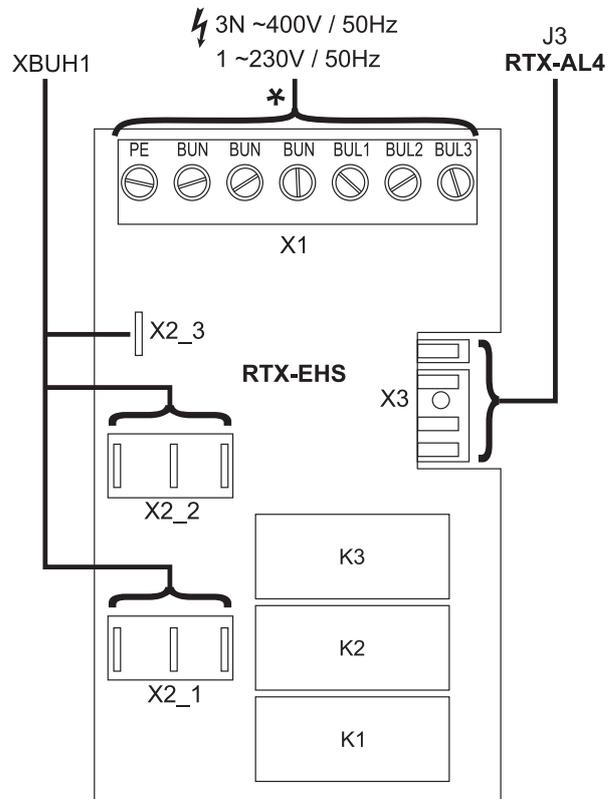

Fig. 4-20 Pletina de conexión RTX-EHS (calentador de reserva) - véase la sección 4.5.13
- Conectar el suministro de corriente eléctrica para el calentador de reserva a la regleta de bornes X1 de la pletina de conexión RTX-EHS (fig. 4-20) en la carcasa de regulación de ROTEX HPSU compact.